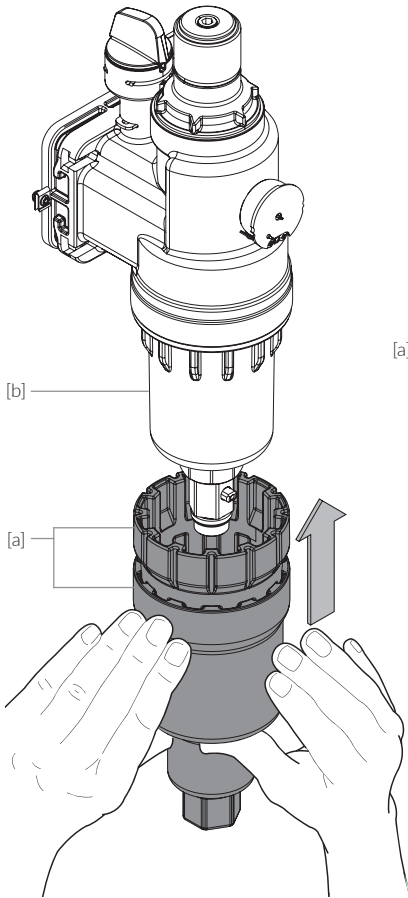

Abb. 9.13
- / Abb. 9.13: CONEL Wartungsnuss Filtertasche DN20-32 [a] (siehe Kapitel 12, Ersatzteile), die aus zwei Einzelteilen besteht, von unten über die Filtertasche [b] führen